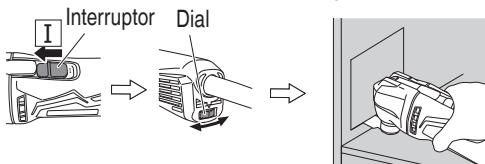

Fig. 6
- Encienda la unidad y utilice el dial para ajustar la velocidad de la herramienta de aplicación. (Fig. 6)
- Coloque con suavidad la herramienta de aplicación sobre el material y mueva la herramienta de aplicación hacia delante a un ritmo en el que el movimiento no sea ralentizado. (Fig. 6)